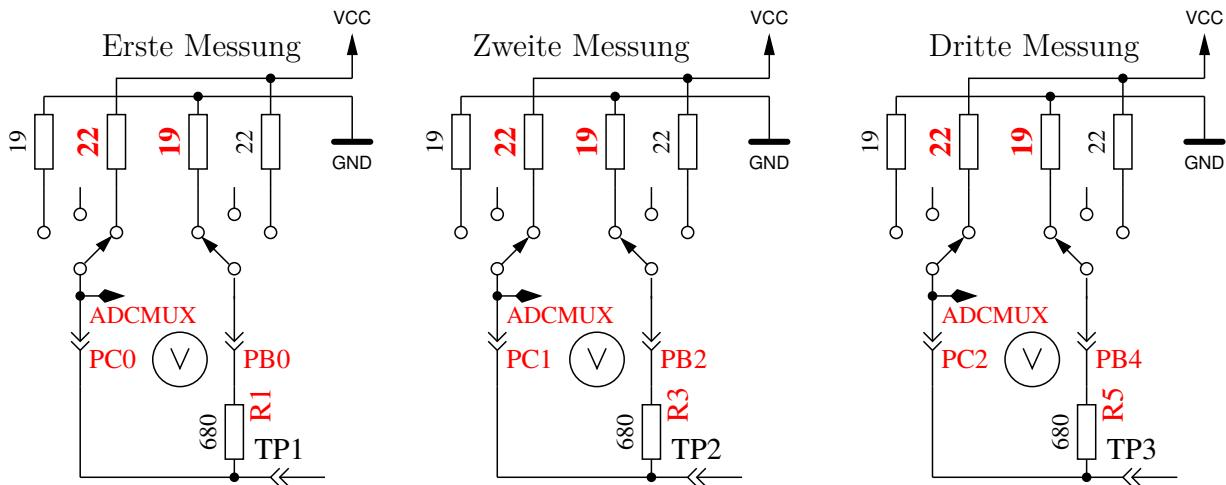

Abbildung 5.67. Messung des Innenwiderstandes des auf VCC geschalteten Port-C-Ausgängen.
**9. Messung des Innenwiderstandes von auf VCC geschalteten Port-Ausgängen.** Der benötigte Strom wird von auf GND geschalteten  $680\Omega$ -Widerständen geliefert. Es ist die gleiche Messung wie die in Test 8 zur anderen Seite, wie in Abbildung 5.67 gezeigt wird. Der Innenwiderstand wird wie folgt berechnet:  $(5001 - (\text{Ergebnis von Test 8}) - (\text{Ergebnis von Test 9})) / 680$ . Die Widerstandswerte ergeben sich, wenn die gemessene Spannung durch diesen Strom dividiert wird. Das Ergebnis für diesen Test wird dann in Zeile 1 mit dem Text „RI\_Hi=“ in  $\Omega$  angezeigt, der Innenwiderstand zur GND-Seite wird in Zeile 2 mit dem Text „RI\_Lo=“ angezeigt. Diese Werte werden ab Software-Version 1.06k bei jeder Messung neu bestimmt und hier nur dargestellt.